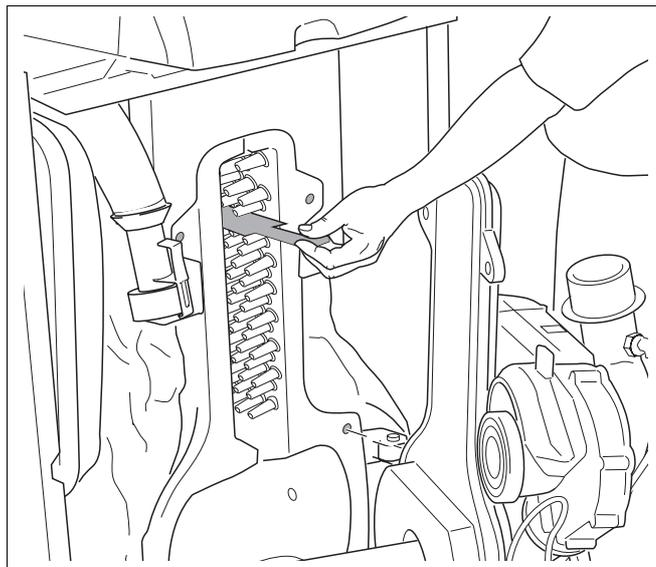

Fig. 52 Estrarre i turbolatori superiori
- Estrarre i turbolatori montati in fabbrica (fig. 52).